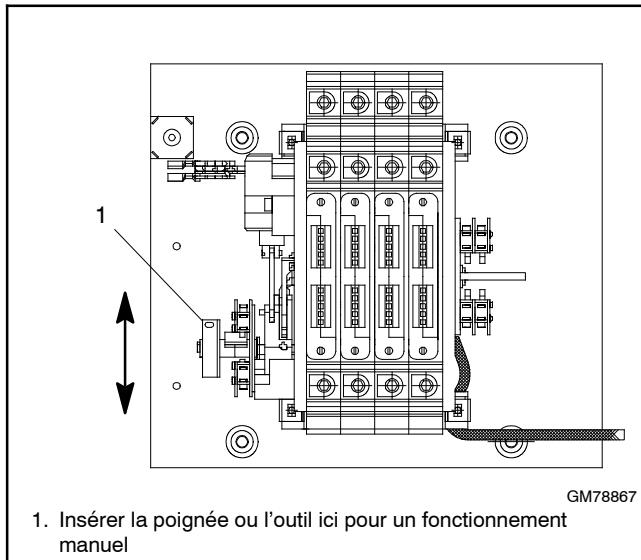

Figure 2-6 Fonctionnement manuel, commutateurs triphasés de 100 à 200 A
| 100 à 200 A, triphasé | 2.4.2 | Figure 2-6 |
2. Insérer la poignée d'entretien ou un outil (par exemple un tournevis) dans le trou de l'arbre à gauche de l'opérateur, comme illustré dans la Figure 2-6 ou la Figure 2-7.